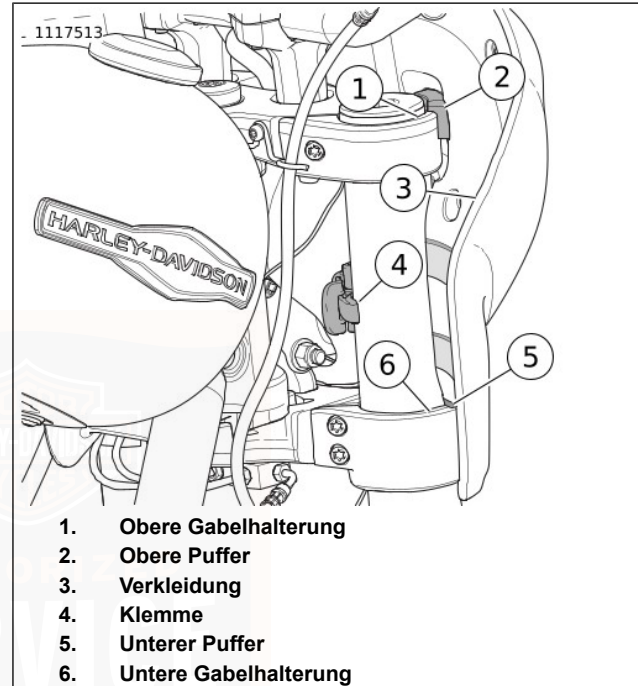

Abbildung 37. Eingebaute Verkleidung
1. Siehe Abbildung 37. Die Verkleidung abbauen.
- b. Schellen (4) öffnen.
- c. Schutzblech spreizen. Die Verkleidung (3) über den Scheinwerfer nach oben heben.
- c. Vorderes Schutzblech spreizen. Verkleidung über dem Scheinwerfer platzieren und an den Vorderradgabeln (5) anbringen.
- d. Siehe Abbildung 37. Einbaustellung oberen Puffer (2) an oberer Gabelhalterung (1).
- e. Sicherstellen Sie, dass die unteren Puffer (5) an der unteren Gabelhalterung (6) sitzt.